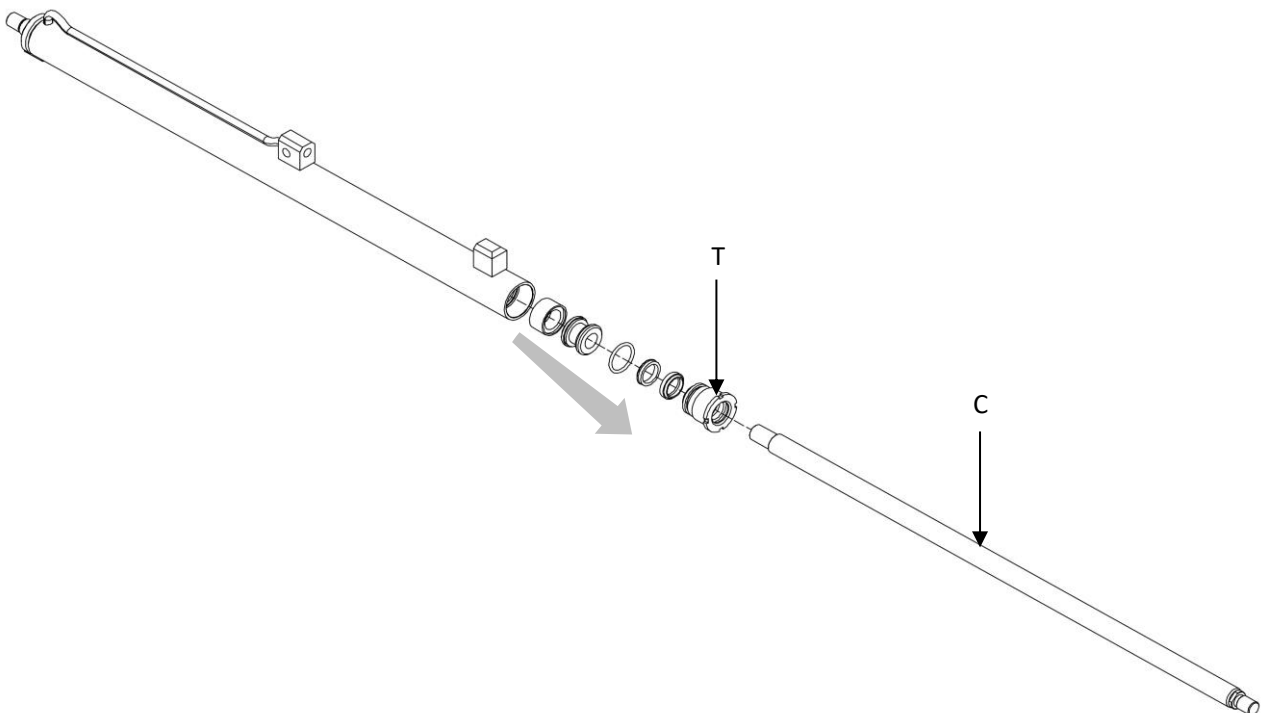

Figure 30
8. Se référer à la *Figure 30*.